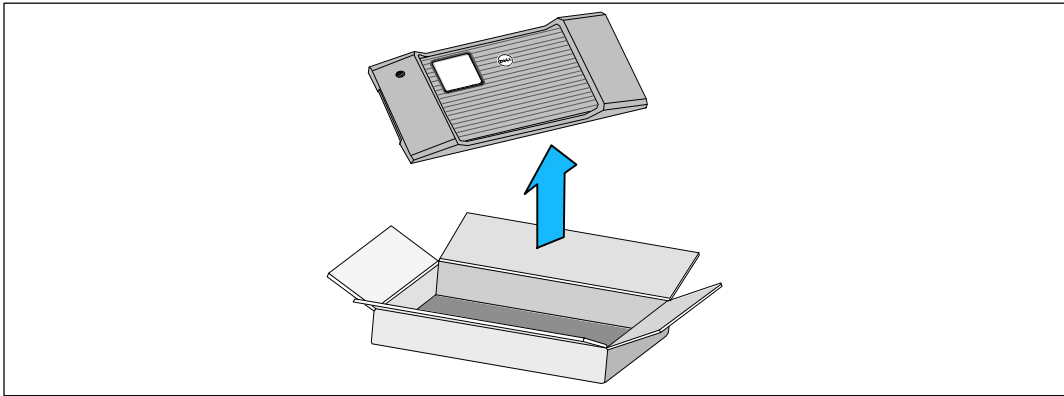

図 16。UPSのフロントカバーの開梱方法
**13** 付属ボックスからフロントカバーを取り外します (図 16を参照)。